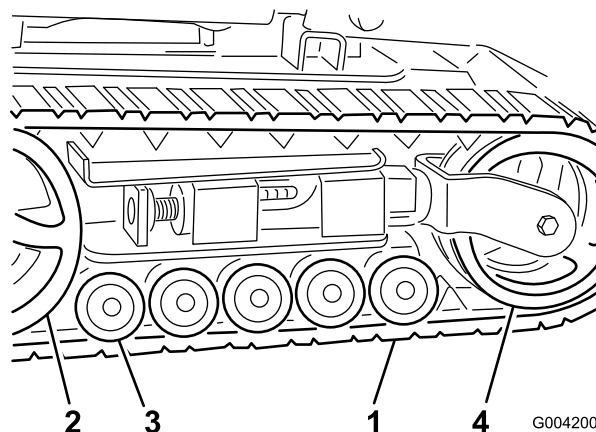

Figure 42
**Important:** Nettoyez soigneusement les galets de roulement, la roue de tension et le barbotin d'entraînement (Figure 42). Les galets de roulement doivent tourner librement lorsqu'ils sont propres.